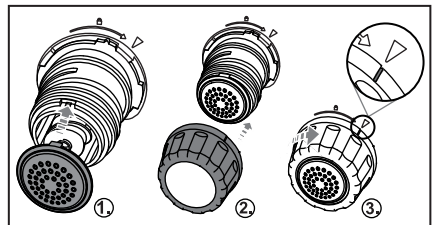

Fig. 5
- 8) Choisissez le disque de façonnage adapté **8** (voir chapitre "**Disques de façonnage**") et glissez-le sur le support **12** de manière à ce que les deux crans d'arrêt du disque de façonnage **8** glissent dans les évidements du support **12** (fig. 5).
- 9) Glissez la fixation du disque de façonnage 14 sur le support 12 et serrez-la dans le sens horaire en direction du symbole  (fig. 5). Immobilisez si nécessaire le disque de façonnage 8 de la main libre.